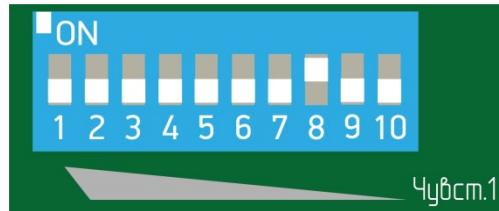

Рисунок 7.19
- установить флагок 8 переключателя регулировки чувствительности в положение «ON» (верхнее положение), все остальные флагки в нижнее положение (рисунок 7.19);